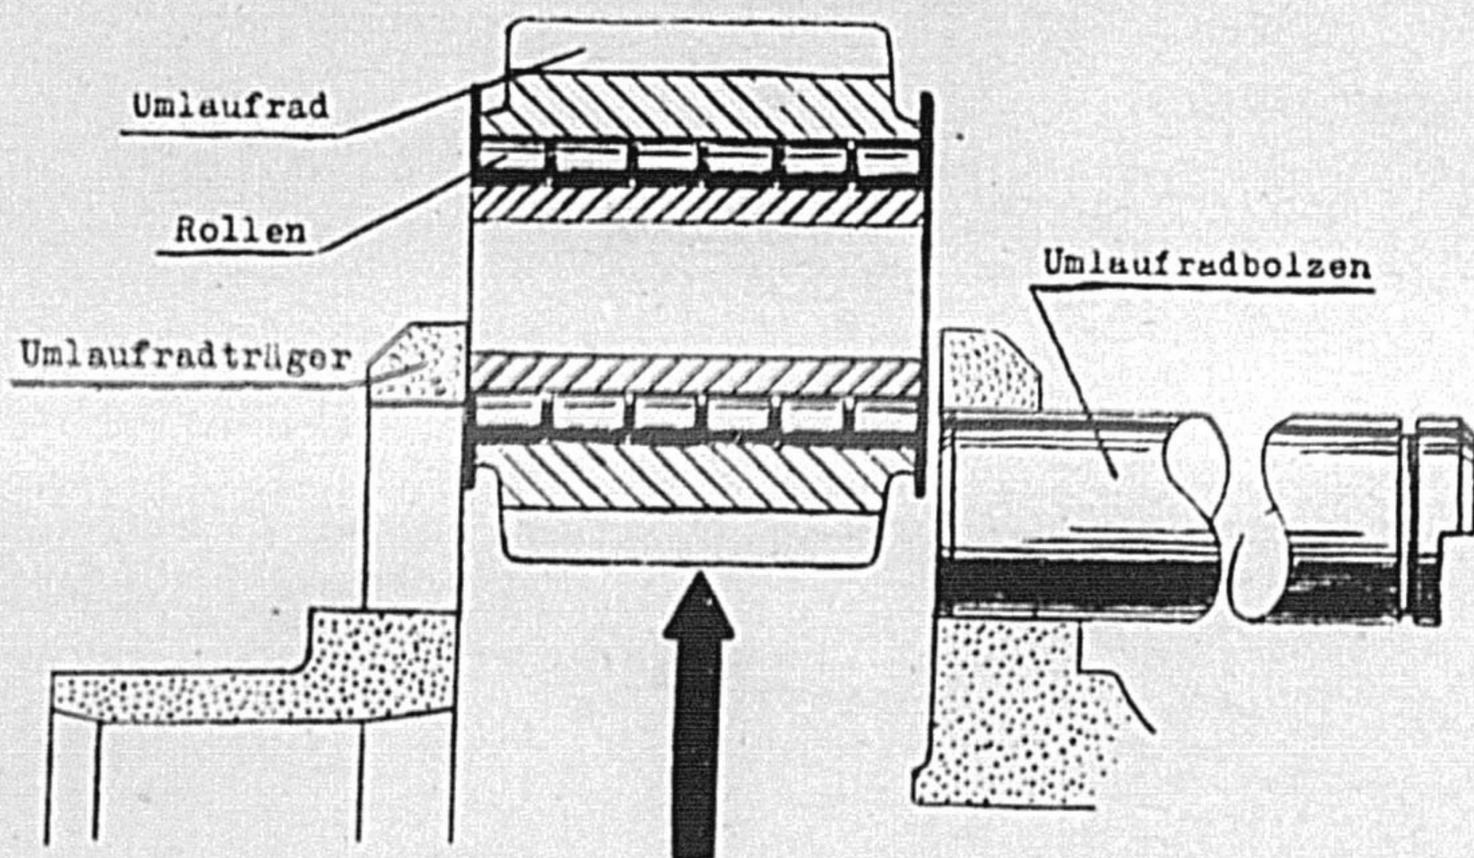

Bild 50 Herausheben des Umlaufrades
geschlagen, daß der Ausbaubolzen Z 50.138 mit den Enden des Umlaufrades abschließt, Bild 50. Jetzt läßt sich das Rad leicht herausnehmen.
**Beachte:** Beide Abschlußscheiben, Bild 50.